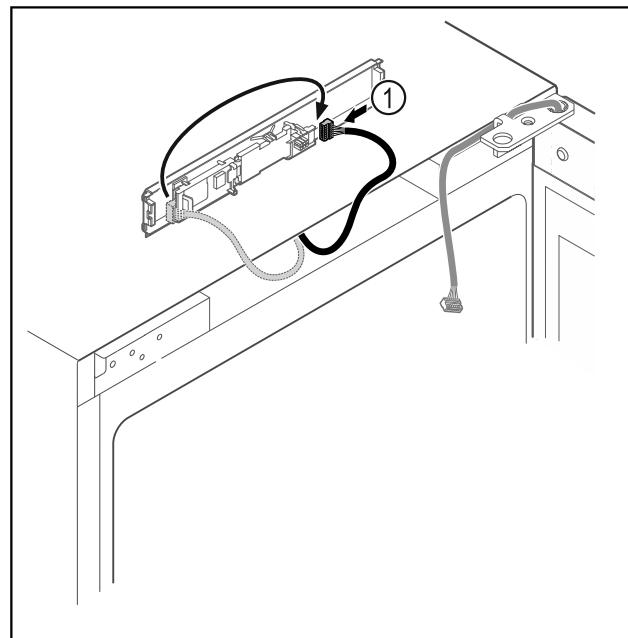

Fig. 14
- Переставити штекер Fig. 14 (1) на плиті.